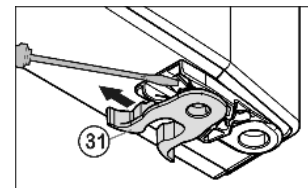

Fig. 6
- ▶ Przenieść zacisk sprężynowy Fig. 6 (31): Zatrząsk przycisnąć w dół, przy tym zdjąć zacisk sprężynowy.